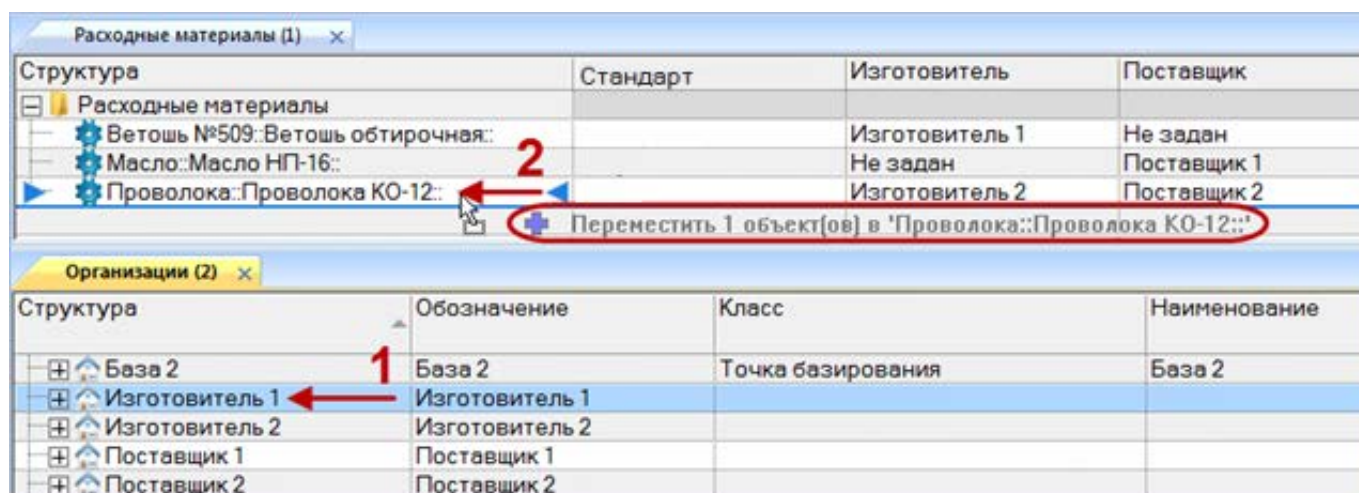

Рис. 9-67 – Переместить организацию на расходный материал
2) Выделить организацию в рабочем окне «Организации» (1 на рис. 9-67).
3) Переместить с помощью мыши организацию на расходный материал в окно «Расходные материалы» – появится подсказка вида «+ Переместить X объект(ов) в ...» (2 на рис. 9-67). Отпустить кнопку мыши.